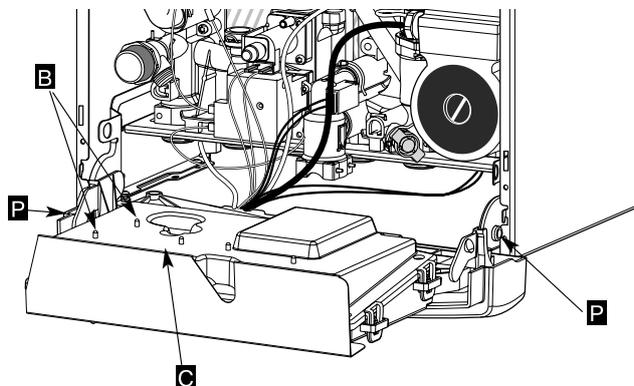

Рис. 10
- Отверните винты **B** и снимите крышку **C** (рис. 10).
Отключите электропитание котла, снимите кожух, откройте блок, нажав на два фиксатора **P** (рис. 10): органы регулировки находятся на электронной плате за заглушкой **E** (рис. 11).